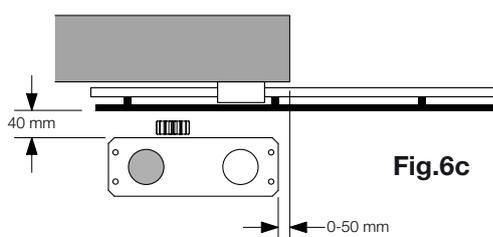

Fig.6c
- Fig. 6c installazione con motore a sinistra